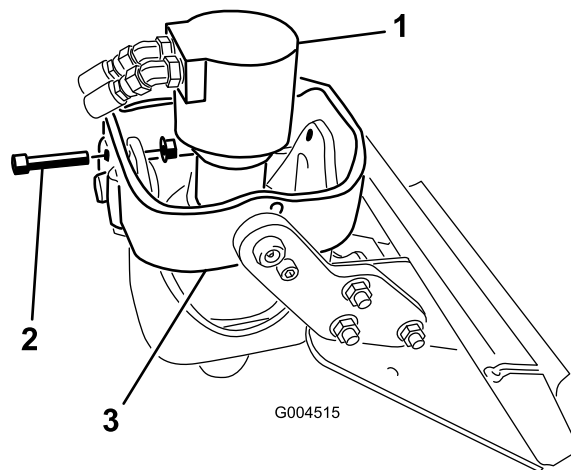

Рисунок 4
- Если вы устанавливаете шнек на приводную головку модели 22806, расположите приводную головку вертикально, вставьте болт (1/2 x 2-1/2 дюйма) в отверстия передних рычагов люльки и слегка зафиксируйте его фланцевой гайкой (1/2 дюйма) (Рисунок 4).